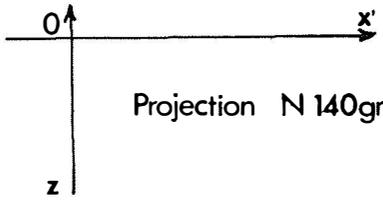

Figure 16
- Enfin, effectuer une projection sur un plan vertical de direction N140gr par exemple, revient à faire la projection sur un plan vertical de direction N40gr mais en utilisant les valeurs  $X'$  à la place des valeurs  $Y'$  du repère OAB. Pensez-y. (fig 16).